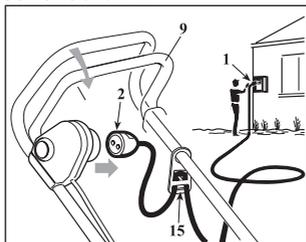

Рис.5
- закрепите удлинитель с помощью держателя 15 на газонокосилке (рис.5).
- отсоедините удлинитель от общей розетки 1 (рис.5), затем отсоедините разъем 2 от гнезда газонокосилки.